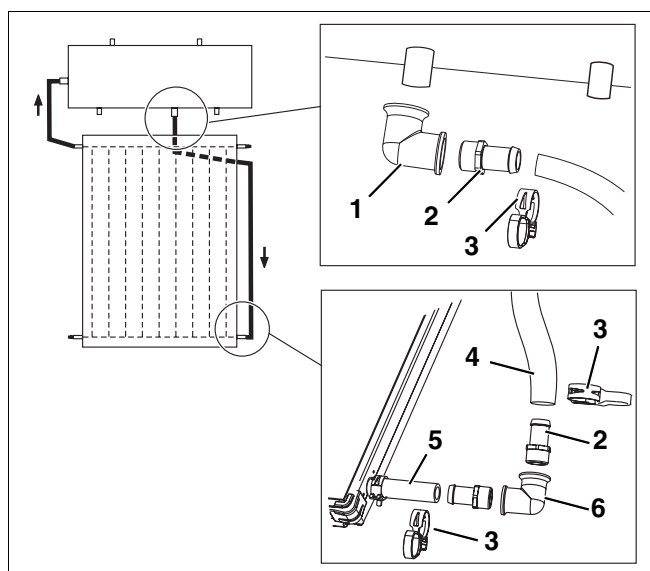

Fig. 19 Montaje de la tubería de retorno
- ▶ Monte el ángulo para el acumulador (fig. 19, **pos. 1**) con la boquilla portatubo (fig. 19, **pos. 2**) y enrósquelo en la conexión de retorno del acumulador.
- ▶ Monte el ángulo para el conector (fig. 19, **pos. 6**) con dos boquillas portatubo (fig. 19, **pos. 2**) e introdúzcalo en el tubo solar corto de la parte inferior del colector (fig. 19, **pos. 5**). Asegúrelo con abrazaderas (fig. 19, **pos. 3**).
- ▶ Realice la conexión entre el acumulador y el colector con el tubo solar de 2.400 mm (fig. 19, **pos. 4**). Asegúrela con abrazaderas (fig. 19, **pos. 3**).